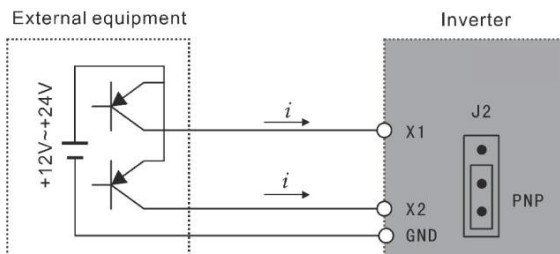

Figura 3-2: Modo de cableado de tipo PNP
(2) Cuando se adopta el modo de cableado de tipo PNP para equipos externos, se induce una lógica de tipo fuente y la corriente fluye hacia el terminal de entrada (corriente de sumidero), tal y como se muestra en la figura 3-2; al mismo tiempo, es necesario que el parámetro F067 sea igual a 1.